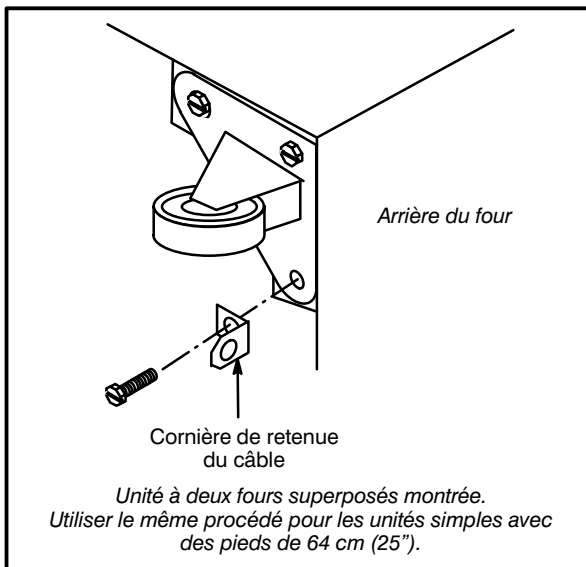

Figure 10
1. Monter la cornière fournie sur le boulon du pied juste au-dessous de l'arrivée de gaz. Voir Figure 10.